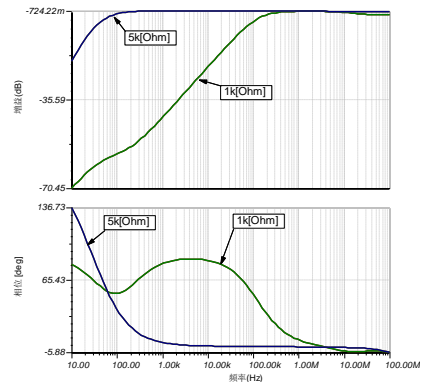

图 153 交流扫描分析的幅频、相频特性
② 交流参数扫描分析：执行【分析|交流分析|交流传输特性】菜单命令，分别得到电位器阻值为 1k 和 5k 时的幅频和相频特性如图 153 所示。